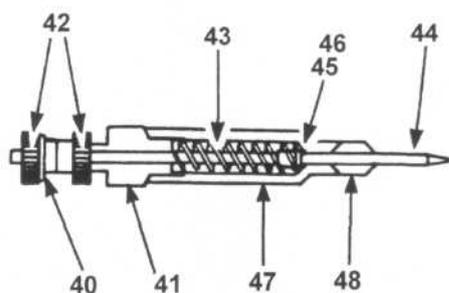

Рис. 6. Клапан иглы
Негерметичность в курковом механизме распылителя или в нижней части рукоятки означает, что игла и/или прокладки ее должны замениться. Если разболтано штуцер шланга (60) и/или в трубке (61), обращайтесь внимание на главу «Замена втулки иглы и манжеты». Смотри рис. 6.